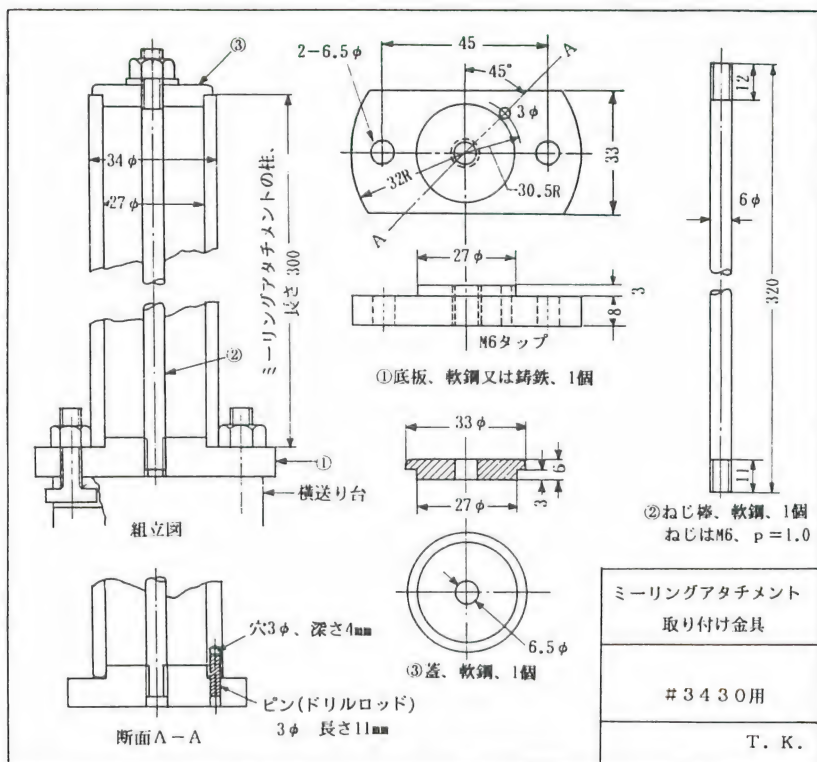

図18-12
写真18-11はフライカッターを使って丸棒から六角棒を削り出しているところです。工作物は旋盤主軸にくわえて主軸割り出しをし、カッターはミーリングアタッチメントにくわえています。ミーリングアタッチメントを自由な位置に移動できるように往復台の上に立てます。小さな往復台の上に高い柱を立てるのでT溝にかかる集中力で横送り台が破損しないよう、2本のねじで固定する構造にしました。図18-12は取り付け具で、底板①と蓋③でミーリングアタッチメントの柱を上下から挟み、ねじ棒②で締めて一体にします。そして2本の6mm角頭ねじ(Tボルト)で横送り台に止めます。ピンは切削力の反動で柱が回されて②のねじが弛むのを防ぐためのもので、柱を組立てから底板の3mm穴を案内にして柱の下端に受け穴をあけます。ピンは底板①に接着剤で止めるか、またはピンを旋盤にくわえてヤスリで軽くテーパをつけ、底板側の穴だけ2.9mmにしてバイスで押しこみます。往復台や横送り台の遊びをていねいに調節し、切削中使用しない滑り面をクランプ(固定)しますと安定の良いミーリングができます。旋盤加工した工作物をチャックから外さずにミーリングできますから能率的で、くわえ直して精度を損なう心配ありません。